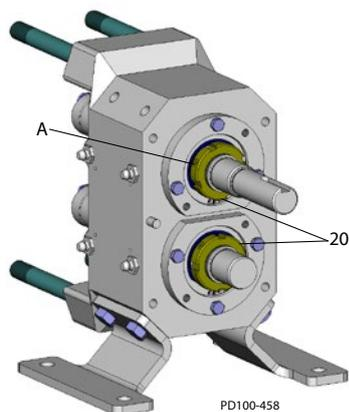

Figura 51 - Apertar os Parafusos de Aperto
4. Aperte ou afrouxe a contraporca do mancal (Figura 51, item 20) para alcançar um valor de torque como apresentado em Tabela 6.
5. Aperte o(s) parafuso(s) de aperto de bloqueio (Figura 51, item A) nas contraporcas dos mancais (item 20).